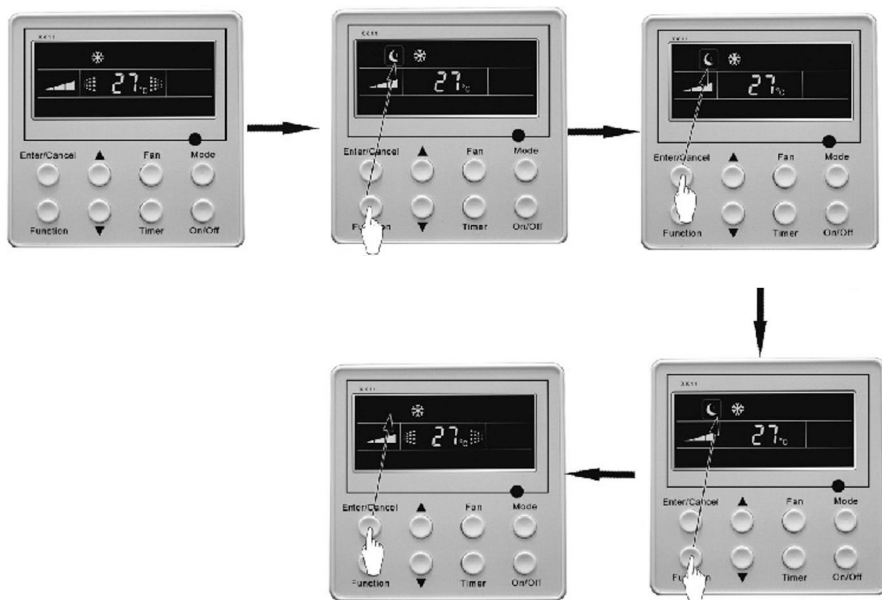

Рис. 5.8
5.2.5.1 Для установки функции **Кон (Sleep)** необходимо при **включенном в работу** кондиционере кнопкой **FUNCTION** выбрать функцию **Sleep** и нажать кнопку **ENTER/Cancel**. (Рис. 5.8).